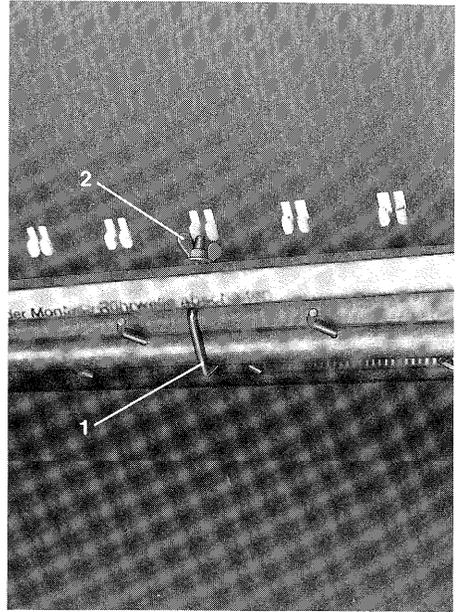

Fig. 63
- Monter les 2 vis-crochets (fig. 63/1, 64/7) au centre de chaque réducteur de capacité entre l'arbre agitateur et le réducteur de capacité et le serrer à l'aide des écrous à ailettes (fig. 63/2, 64/8).